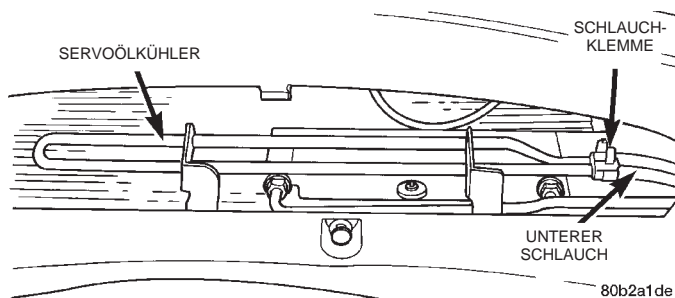
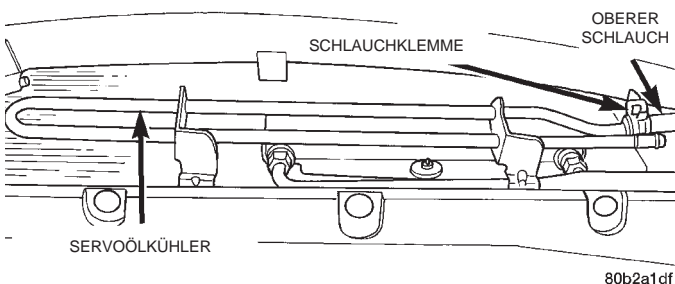
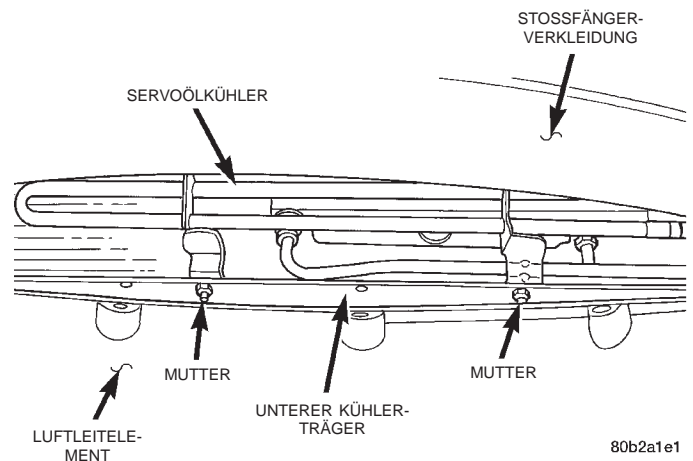

Abb. 12 Schlauchklemme vom unteren Schlauch am Servoölkühler abbauen
Abb. 13 Oberer Schlauch am Servoölkühler
Abb. 15 Befestigung des Servoölkühlers
(1) Mit einem Saugheber oder einer Absaugvorrichtung möglichst viel Servoöl aus dem Servoölbehälter absaugen.
(2) Fahrzeug anheben. Dazu Unterstellböcke oder eine Hebebühne verwenden, die am Rahmen angebracht wird. Näheres hierzu, siehe Kapitel 0, "Schmierung und Wartung", Abschnitt "Anheben des Fahrzeugs".
(3) Nur Typ 300M — Zum Ausbau des Servoölkühlers muss zunächst die vordere Stoßfängerverkleidung ausgebaut werden. Näheres hierzu siehe Kapitel 13, "Rahmen und Stoßfänger", in diesem Werkstatthandbuch.
(4) Die Schlauchklemme (Abb. 12) vom unteren Schlauch am Servoölkühler abmontieren. Den unteren Schlauch vom Servoölkühler abziehen. Das Servoöl aus den Schläuchen und dem Servoölkühler ablaufen lassen und auffangen.
(5) Die Schlauchklemme (Abb. 13) vom oberen Schlauch am Servoölkühler abmontieren.
(7) Die beiden Muttern (Abb. 15) lösen, mit denen der Servoölkühler am unteren Kühlerträger montiert ist.
(1) Servoölkühler am unteren Kühlerträger anbauen.
(2) Die beiden Muttern (Abb. 15) aufschrauben, mit denen der Servoölkühler am unteren Kühlerträger montiert wird. Die Muttern mit einem Anzugsmoment von 12 N·m (105 in. lbs.) festziehen.
(3) Luftleitelement am unteren Kühlerträger montieren. Dabei sechs **neue** Clips verwenden.
(4) Die Schläuche am Servoölkühler montieren (Abb. 13) und (Abb. 12). **Sicherstellen, dass die Schlauchklemmen jeweils hinter der Wulst des Anschlussstutzens sitzen.**
(5) Nur Typ 300M — Vordere Stoßfängerverkleidung montieren.
(6) Fahrzeug bis dicht über den Boden absenken (Räder noch in der Luft).